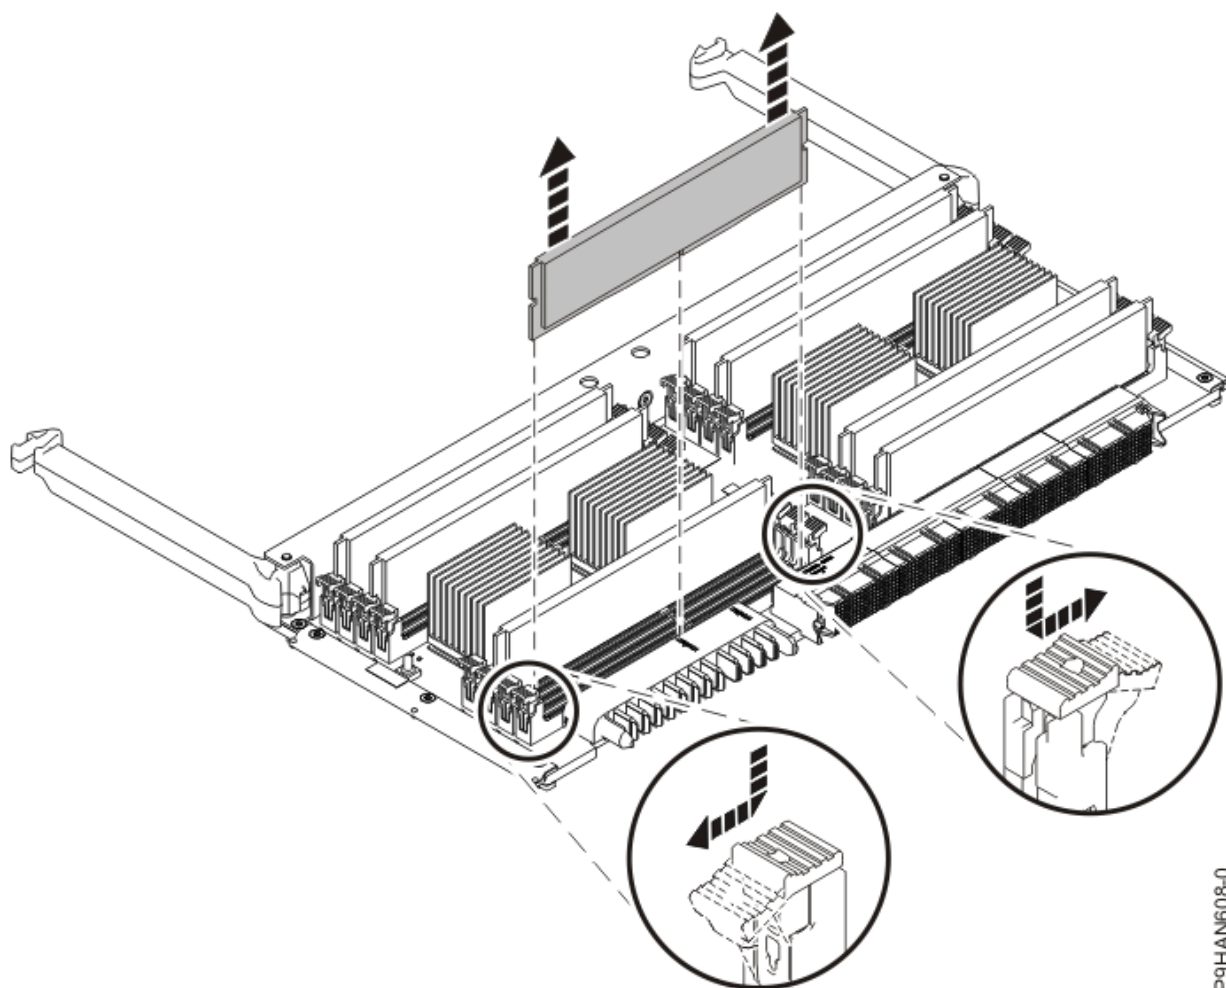

Figure 27. Retrait d'un module de mémoire
2. Pour débloquer le module de mémoire de son connecteur, appuyez simultanément sur les deux languettes de verrouillage dans la direction indiquée à la Figure 27, à la page 39.